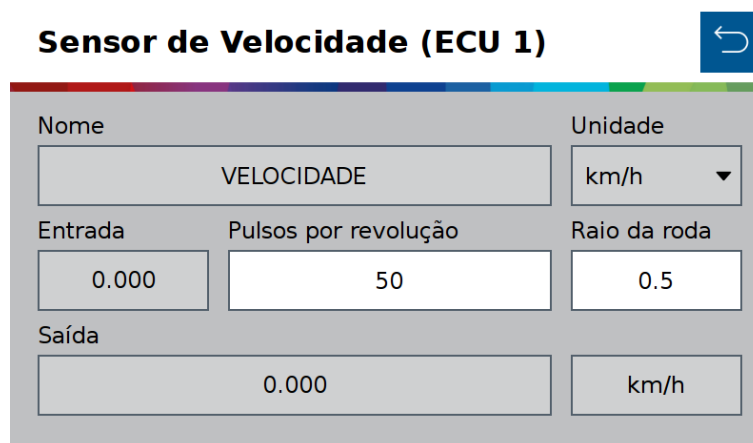

Figura 43 - Configuração do sensor de velocidade
- Configure o Sensor de Velocidade, inserindo o valor de pulsos por revolução e raio da roda em metros, Figura 43;